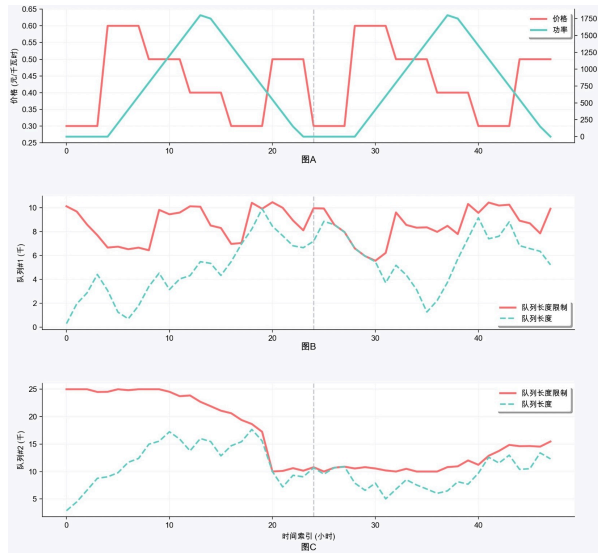

图 6 优先级队列调度 (PQ) 模型效率图。图 (A) 为实时电价与功率需求图。图 (B) 为高优先级任务队列状态图。图 (C) 为低优先级任务队列状态图。
优先级队列调度 (PQ) 模型中计算任务严格按其被划分的高、中、低三个优先级被依次处理, 考虑到优先级越高 D_I 越短且队列惩罚系数 $u_j = 0.1$ 越高。因此, PQ 模型的成本函数将优先级映射为处理紧迫性并相应调度算力、电力资源, 如图 6 所示。